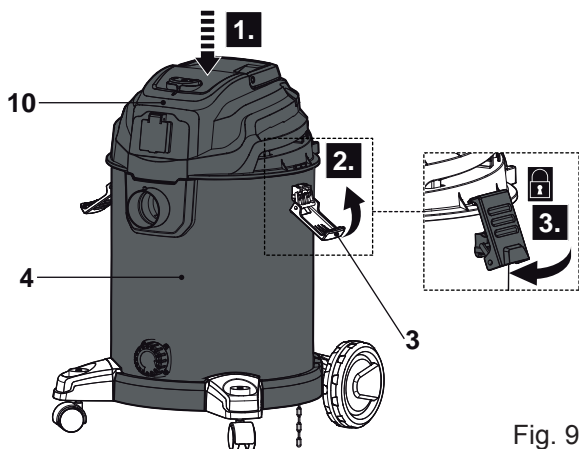

Fig. 9
- > Coloque a unidade do motor (10) com o filtro do cartucho (23) no depósito (4) e segure-a com os fechos de plástico (3) (Fig. 9). Certifique-se de que a unidade do motor assenta bem no depósito e que a ligação está bem selada.